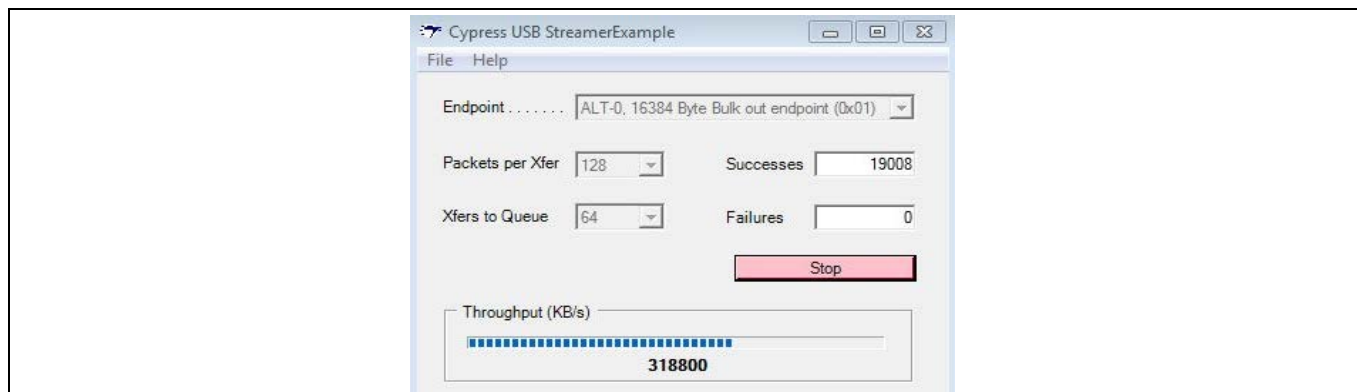

Figure 35 在英飞凌 Streamer 工具中显示的串流 OUT 性能
- 在串流 OUT 情况下，FPGA 正在等待 FLAGC 变为 1。当数据可用时，FPGA 立即连续读取 EZ-USB™ FX3 的 PIB_SOCKET_3 中的数据。您可从 USB 主机发送连续的 BULK OUT 传输。在英飞凌 Streamer 工具中选择 BULK OUT 端点，然后点击 **Start**。这时，将显示性能数值。Figure 35 中显示了在配有 Intel Z77 Express Chipset 的 Win7 64 位电脑上观察到的性能。